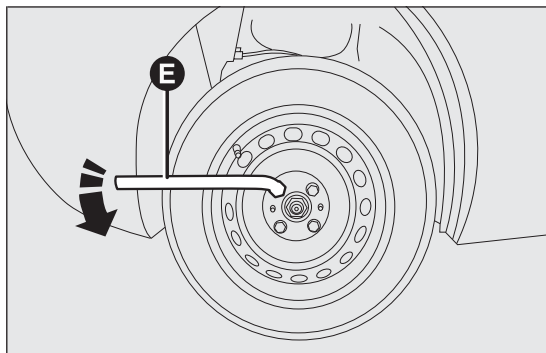

Abb. 98
- ☐ Mit dem beiliegenden Schraubenschlüssel E Abb. 98 die Radbolzen des zu wechselnden Rades um etwa eine Umdrehung lockern;